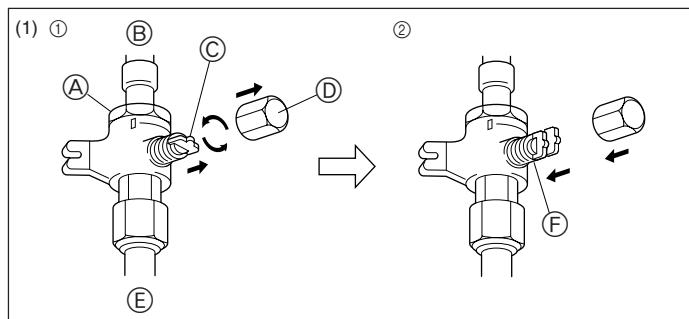
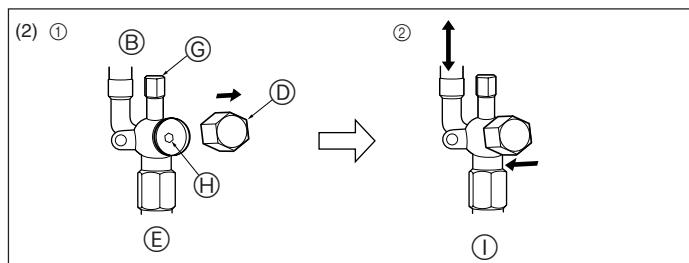

Fig. 4-4
Fig. 4-5
(1) Lado do gás (Fig. 4-4)
- ① Remova a cápsula, puxe a alavancas na sua direcção e gire 1/4 de volta no sentido contrário aos ponteiros do relógio para abrir.
- ② Certifique-se de que a válvula de paragem esteja completamente aberta, empurre a alavancas e gire a cápsula de volta à sua posição original.
(2) Lado do líquido (Fig. 4-5)
- ① Retire a tampa e rode a válvula para a esquerda o máximo que puder com uma chave sextavada de 4 mm. Pare de rodar quando esta alcançar o batente.